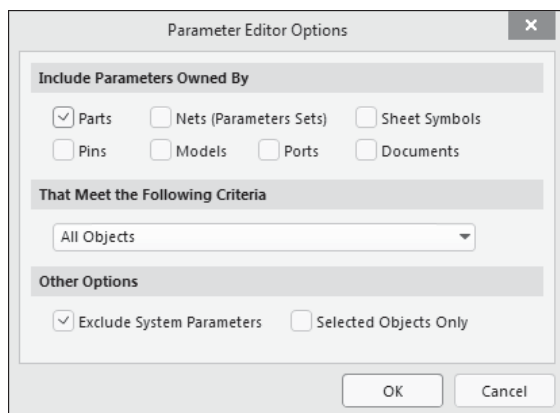

Рис. 4.12. Окно редактирования параметров элементов в документе редактора схем
1. Выполнить команду главного меню программы **Tools | Parameter Manager** — откроется диалоговое окно **Parameter Editor Options** (рис. 4.12), предоставляющее возможность выбора объектов, для которых предполагается настройка параметров.